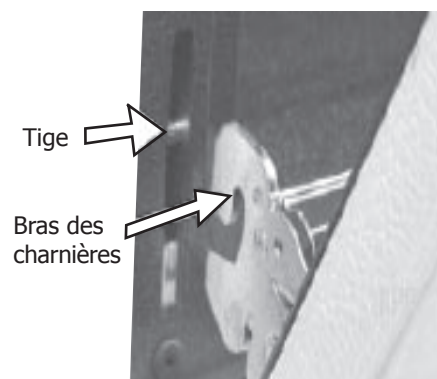

Figure 4
6. Avec la porte à la position d'arrêt pour le grillage, levez la porte pour que les bras des charnières passent au-dessus des tiges situées de chaque côté (Figure 4).
2. Tenez la porte du four dans le même angle que vous la teniez pour l'enlever, déposez les bras des charnières sur les tiges de chaque côté du cadre (Voir figure 4). Les bras des charnières doivent reposer complètement sur les tiges.